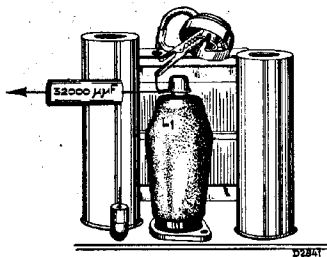

Fig. 2
4. Gemoduleerd signaal van 128 k.c. via 32000 $\mu\mu\text{F}$ aansluiten aan topverbinding van L1 (zie fig. 2).